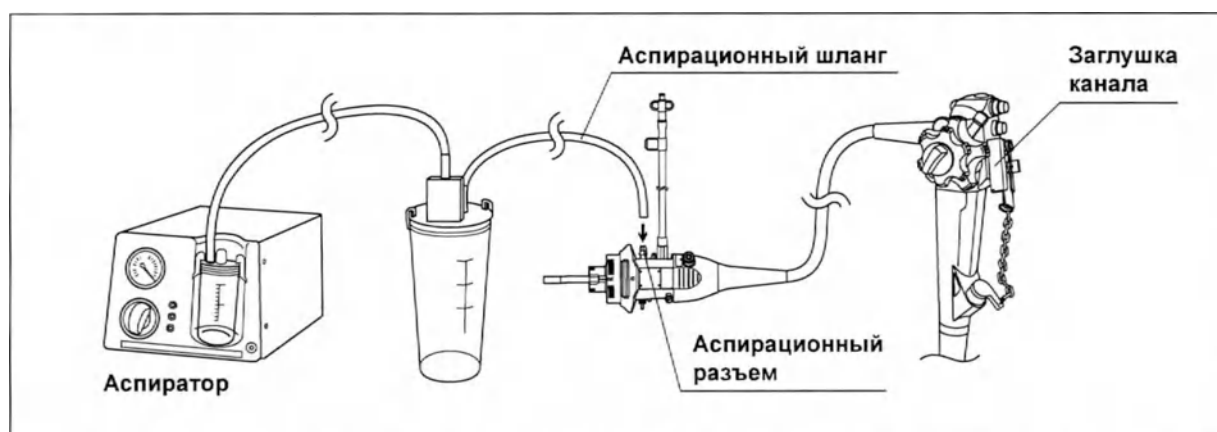

Рис. 5.73
- 18** Подключите стерилизованный аспирационный шланг аспиратора к аспирационному разъему на коннекторе эндоскопа. (см. рис. 5.73)